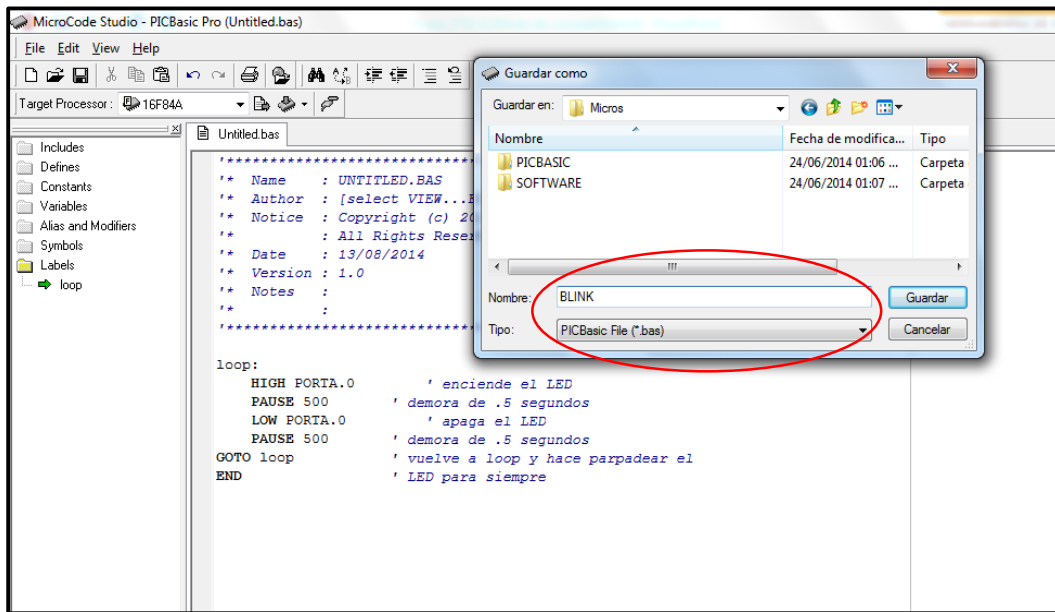

Figura 19. Archivos ".bas".
2. Ejecute el MicroCode Studio, debe de poder observar una ventana igual a la mostrada en la *figura 19*. Para este paso ya debe de tener instalado el MicroCode Studio en su PC junto con las librerías necesarias para su correcto funcionamiento. Consulte los pasos mostrados en el Marco Teórico de esta sección.